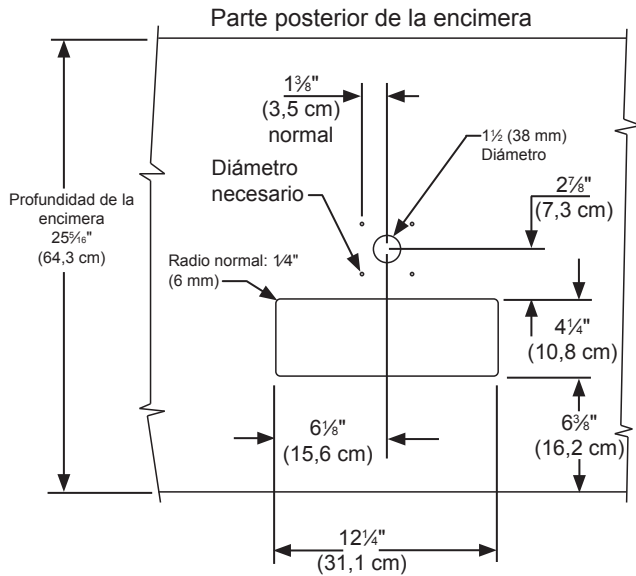

Figura 39
4. Si va a instalar su refrigerador de barriles bajo una encimera, tendrá que perforar 5 agujeros en ella para montar la torre. El primer agujero, ubicado en el centro de la torre, tiene $1\frac{1}{2}$ " de diámetro y permite conectar la tubería de cerveza. Está ubicado a aproximadamente $13\frac{1}{2}$ " (34,3 cm) del borde delantero de la encimera (para una encimera de $25\frac{5}{16}$ " [64,3 cm] de profundidad). A continuación, perforo los 4 agujeros para el montaje de la torre de acuerdo con las medidas indicadas en la Figura 39. El diámetro de estos agujeros depende del material de la encimera y si se requieren, o no, anclajes para los tornillos. Los tornillos suministrados (tipo AB de acero inoxidable n.º 10 x 1") están incluidos con los manuales. Marque y realice el corte rectangular para el sumidero de drenaje. Después de perforar los agujeros y colocar el refrigerador de barriles en su lugar bajo la encimera, pase la tubería de cerveza a través de la junta de la torre, el agujero de $1\frac{1}{2}$ " de la encimera y el agujero de la parte superior del refrigerador. Monte la torre en la encimera con los 4 tornillos suministrados. Coloque el sumidero de drenaje (se encuentra con los manuales de la unidad) en la encimera, en el agujero rectangular (el recorte redondeado del sumidero debe quedar hacia atrás, rodeando la torre) y coloque la rejilla en el sumidero.
Las medidas del corte indicadas en la Figura 39 están basadas en una encimera de $25\frac{5}{16}$ " (64,3 cm) de profundidad. La profundidad de su encimera puede ser diferente a esta; si este es el caso, deberá modificar las medidas. Para definir las medidas requeridas, consulte las dimensiones del producto en las Páginas 8 y 9.